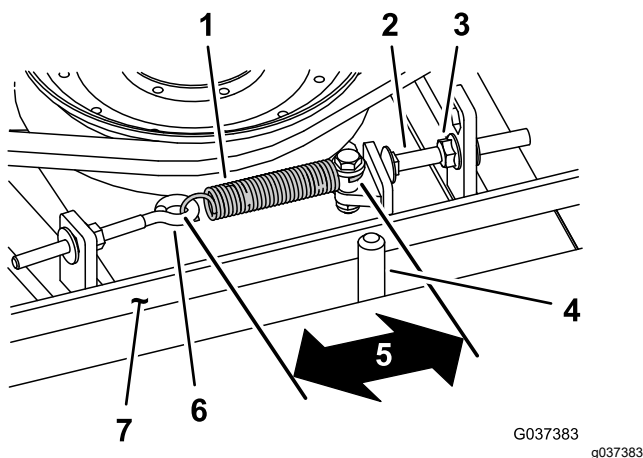

Figure 77
Lorsque le ressort d'extension est correctement tendu, l'intérieur doit mesurer (d'un crochet à l'autre) entre 8,3 et 9,5 cm (3¼ à 3¾ po). Lorsque le ressort est correctement tendu, ajustez le boulon d'arrêt (boulon de carrosserie) jusqu'à obtention d'un jeu d'environ 2 à 5 mm (0,065 à 0,185 po) entre la tête du boulon et le bras de la poulie de tension (Figure 77).
Remarque: La courroie doit être placée du côté ressort du guide (Figure 77).
2. Desserrez le boulon à œil pour pouvoir enlever le ressort d'extension (Figure 77).
3. Desserrez l'écrou à embase qui fixe le boulon d'arrêt à la patte de montage, et écartez la poulie de tension de la courroie pour détendre cette dernière (Figure 77).
9. Raccrochez le ressort d'extension (Figure 77) au boulon à œil et tendez la courroie comme suit :